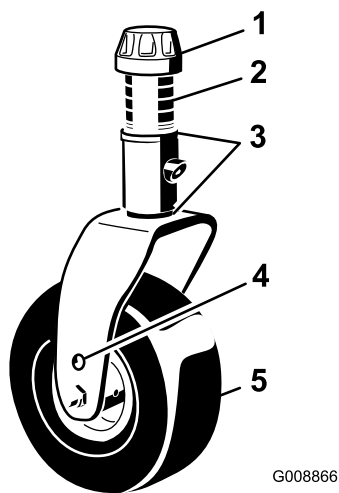

Figure 96
1. Enlevez le chapeau de tension de l'axe de pivot et sortez l'axe du bras pivotant (Figure 96). Repositionnez les cales pour élever ou abaisser la roue pivotante, selon les besoins, et obtenir la bonne inclinaison.